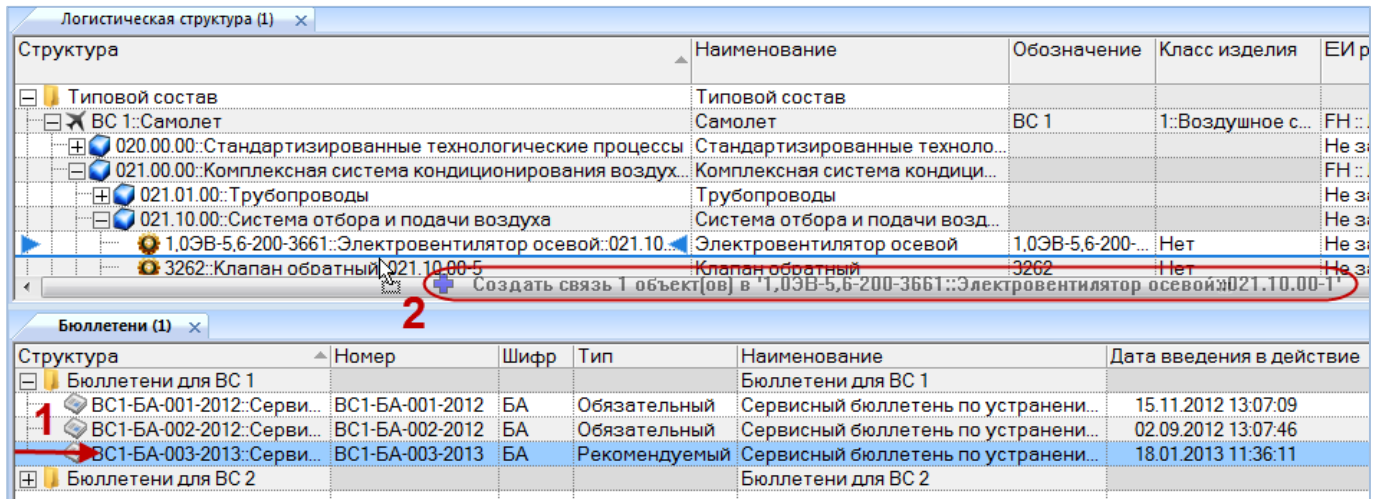

Рис. 13-516 – Переместить бюллетень к нужному компоненту в окно «Логистическая структура»
9) Затем раскрыть список значений опциона и выбрать нужное (2 и 3 на рис. 13-516).